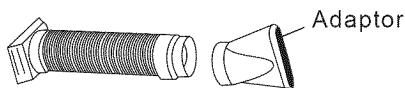

Fig.18
2. Instale el adaptador de Desagüe de la ventana (boca plana) en la manguera de desagüe como lo demostrado en la Fig. 18. Refiérase a la página anterior para la información de la instalación del kit de ventana.